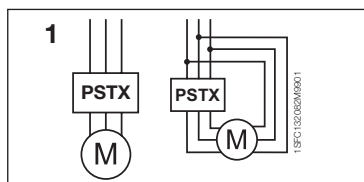

Figura 1: En línea, dentro del triángulo
2. Conecte el circuito principal: los terminales 1L1 - 3L2 - 5L3 al lado de la línea y los terminales 2T1 - 4T2 - 6T3 al lado del motor. Utilice una conexión de cable para PSTX30...105, véase la Figura ❶ en el gráfico 7; y una conexión de terminal para PSTX142...1250, véase la Figura ❷, en el gráfico 7. Los arrancadores suaves PSTX pueden conectarse tanto “en línea” como “dentro del triángulo”, véase la figura 1.